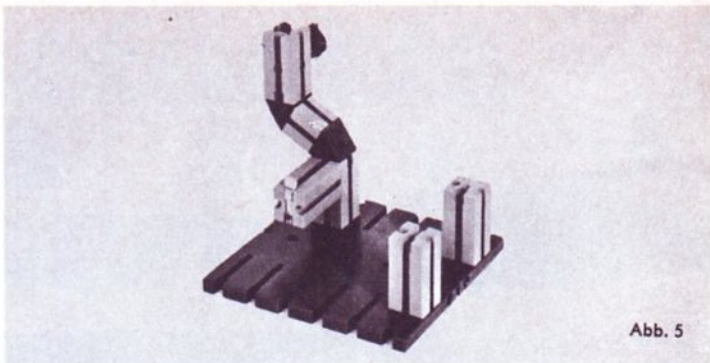

Abb. 5
4. Opbouw van het mechaniek voor de muntinwerp volgens afb. 5 en 6. De munt valt door gleuf J op de balansbalk K, die de slagveer L (bij voldoende gewicht van de munt) op de contactpen M drukt. Het vereiste munt-gewicht kan worden afgesteld door verstelling van contragewicht N aan de balansbalk of door hoogteverstelling van de contactpen M.